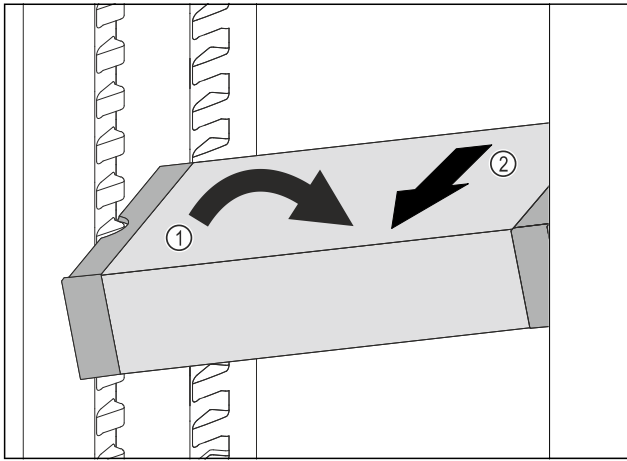

Fig. 66
- ▶ VarioSafe in het koelgedeelte schuin zetten. Fig. 66 (1)
- ▶ VarioSafe naar voren toe verwijderen. Fig. 66 (2)